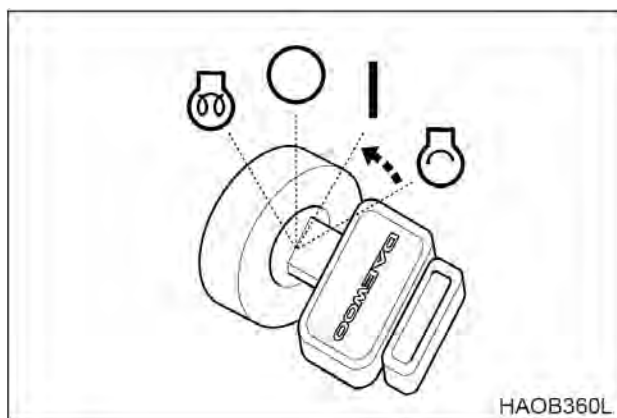

Рис. 11
6. После того, как двигатель запущен, отпустить ключ. Ключ вернется в положение "I" (Включен), рис. 11.